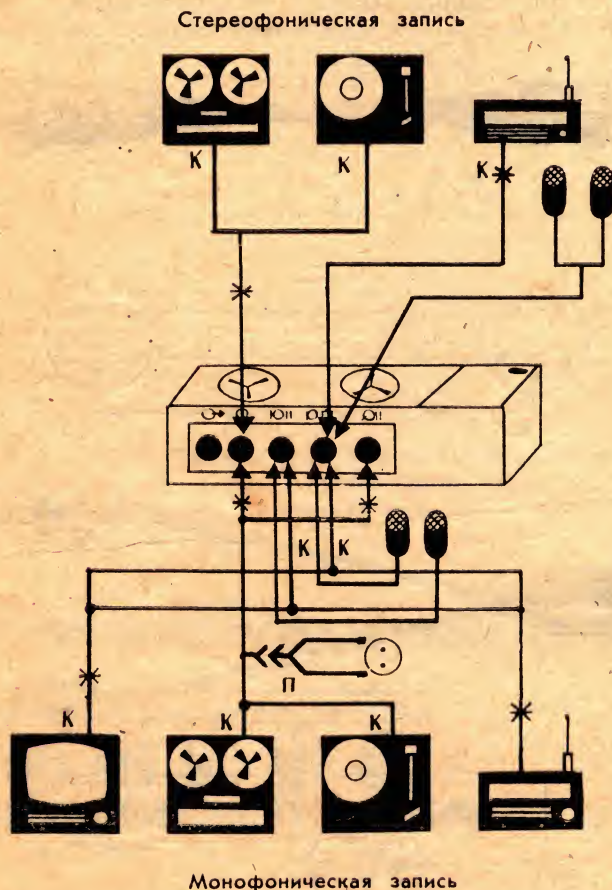

Рис. 4. Схема внешних соединений при записи
5.6.6. Схемы внешних соединений магнитофона приведены на рис. 4 и рис. 5.